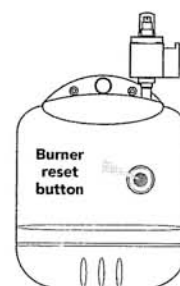

fig. 1
**C** Utkobling er indikert ved at lampen på fyringsautomaten er tent. (3. fig. 1 side 1).
- Rengjøre fotomotstand (7 fig. 1 side 1).
Her kan du muligens finne løsninger på enkelte ting som kan gi brenneren start- eller driftsproblemer. En feil får lampen som sitter under resetknappen på fyringsautomaten til å lyse (3, fig. 1 side 1).